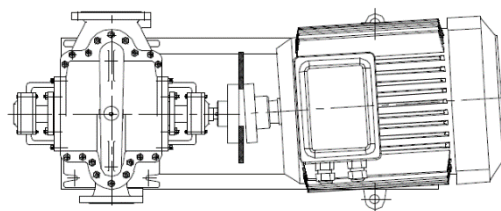

Fig. 4a. Error de ángulo en el plano horizontal
- Los errores de alineación pueden estar en el plano vertical o en el plano horizontal. En el plano vertical la alineación se corrige insertando galgas bajo el pie de la bomba o del motor, y en el plano horizontal la alineación se corrige deslizando la bomba y/o el motor horizontalmente de lado utilizando los huecos de los agujeros de montaje. Fig. 4a, 4b, 4c, 4d muestran la alineación del acoplamiento paso a paso.